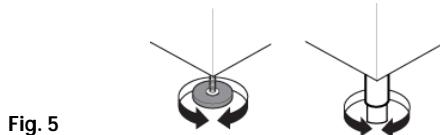

Fig. 5
- 1- Positionner et mettre la machine à niveau à l'aide des pied à vis en dotation. (Fig.5)